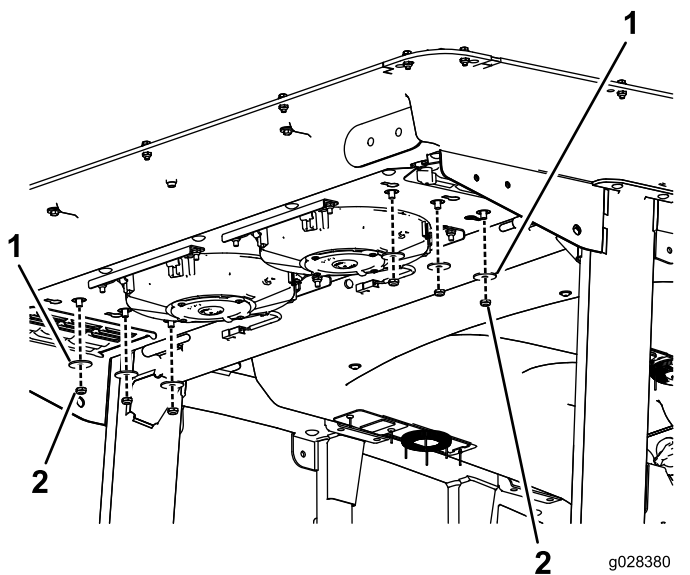

Figura 122
2. Retire as seis porcas e anilhas da parte inferior da traseira da cabina (Figura 122).